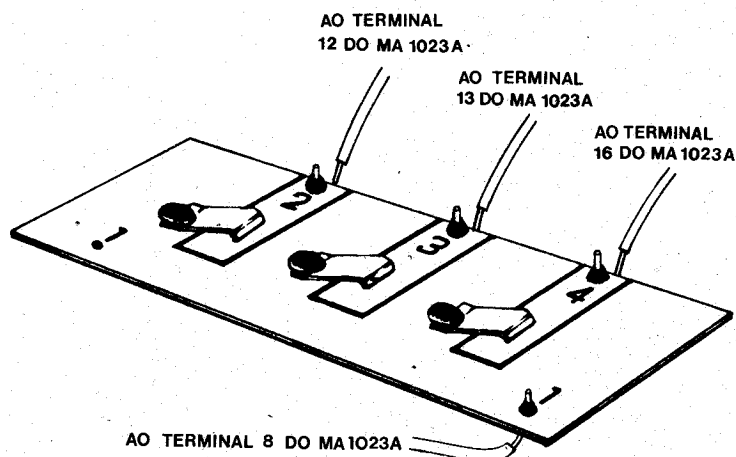

FIGURA 7
9. A figura 7 pode auxiliar, nesta etapa da montagem: Os fios conectados aos terminais 12, 13 e 16 e um dos fios conectados ao terminal 8 devem ser introduzidos pelos furos existentes no suporte da «caixa de comando». O fio vindo do terminal 8 deve ser soldado ao orifício n.º 1 da placa de contatos; o fio vindo do terminal 12 deve ser ligado ao furo n.º 2 da placa de contatos; o fio que vem do terminal 13 é conectado ao furo n.º 3 da placa; e, finalmente, o fio vindo do terminal 16 do módulo deve ser soldado ao furo n.º 4 da placa de circuito impresso;